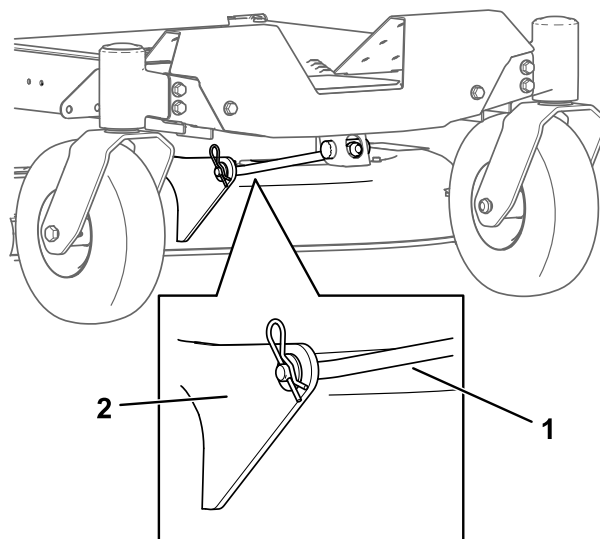

Figura 72
5. Îndepărtați tiftul în formă de agrafă de pe tijă de sprijin din față i scoateți tija din suportul pentru punte (Figura 72).
8. Fixați tija de sprijin față de puntea mainii de tuns iarba cu tiftul cu cap și gaură și tiftul în formă de agrafă (Figura 72).